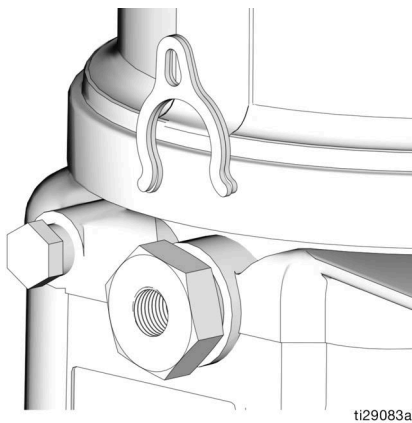

图 18
2. 使用扳手逆时针转动泵元件将其拧松。请勿拆下整个泵元件。只有充分后撤泵元件，才能将垫片滑进或滑出。（图 18）。
不使用垫片、使用一个 (1) 垫片或两个 (2) 个垫片设置泵容量控制（图 18）。